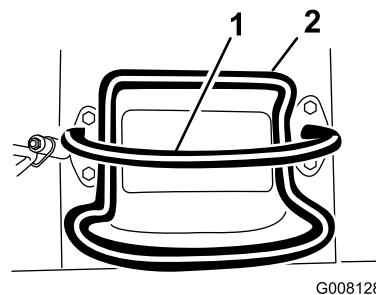

Bild 7
Hindernisse, fassen Sie den Anschlagbügel mit den Händen an (Bild 7).
- Lassen Sie zum Anhalten den Fahrantriebshebel los (Bild 7).